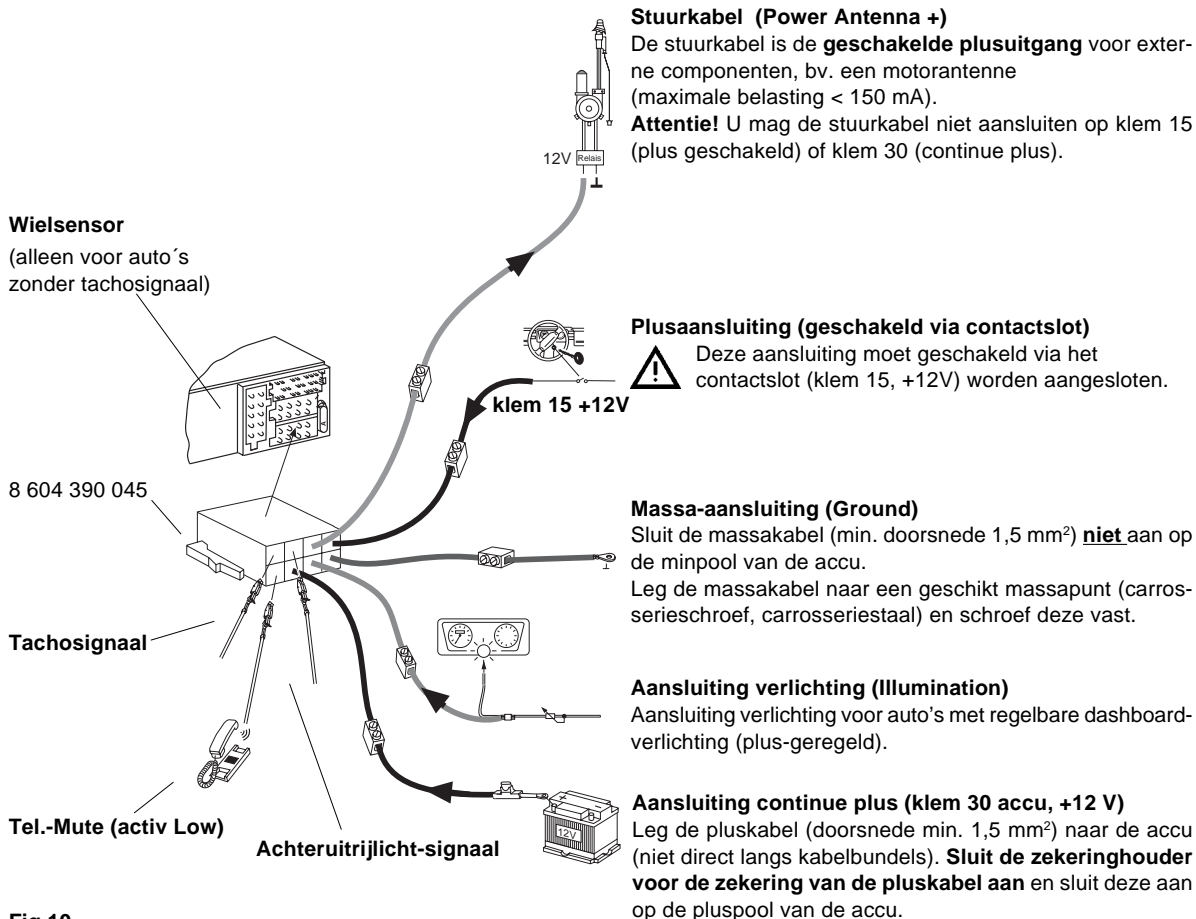

Fig.10
- Aansluiting van de sensoren ..... fig.10